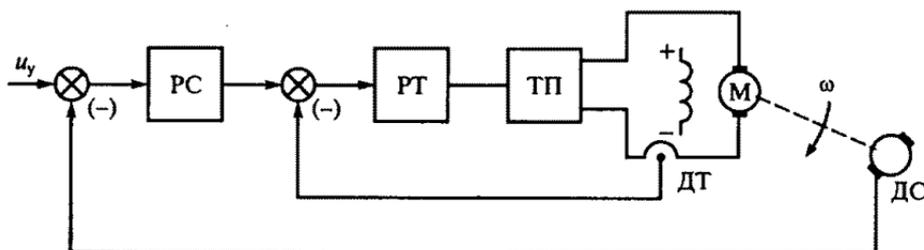

Рис. 265
12.5. На рис. 265 приведена функциональная схема системы подчиненного управления скоростью ω двигателя постоянного тока. Эта система содержит регулятор скорости (РС) и регулятор тока (РТ), включенные последовательно в прямой канал системы. Причем выходной сигнал РС является заданием для РТ. Выходной сиг-